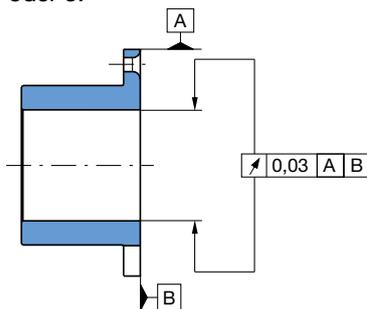

Bild 114
- Rund- und Planlauf toleranzen: 0,03 mm (Bild 114).